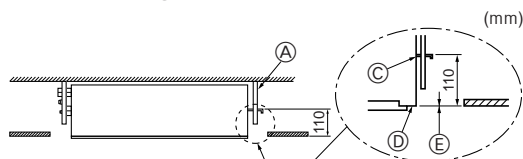

Fig. 2-9
5. Σφίξτε όλα τα παξιμάδια. (Fig. 2-9)